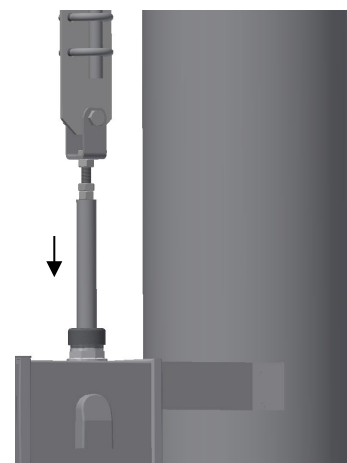

Fig. 4
- Bryter skal **LUKKES** ved *nedgående* bevegelse av manøverstang i bryterstyring. (Fig. 4.) Fjærkraften vil lage kontaktrykk på strømbanene. Kontaktrykket vil være avhengig av *slaglengden* på bryteren fra inn til ute posisjon. Slaglengden fra oss er normalt justert til 250mm. F.eks hvis slaglengden på bryteren da er 190mm, som det oftest er, vil kontaktrykket på bryteren bli 450N.